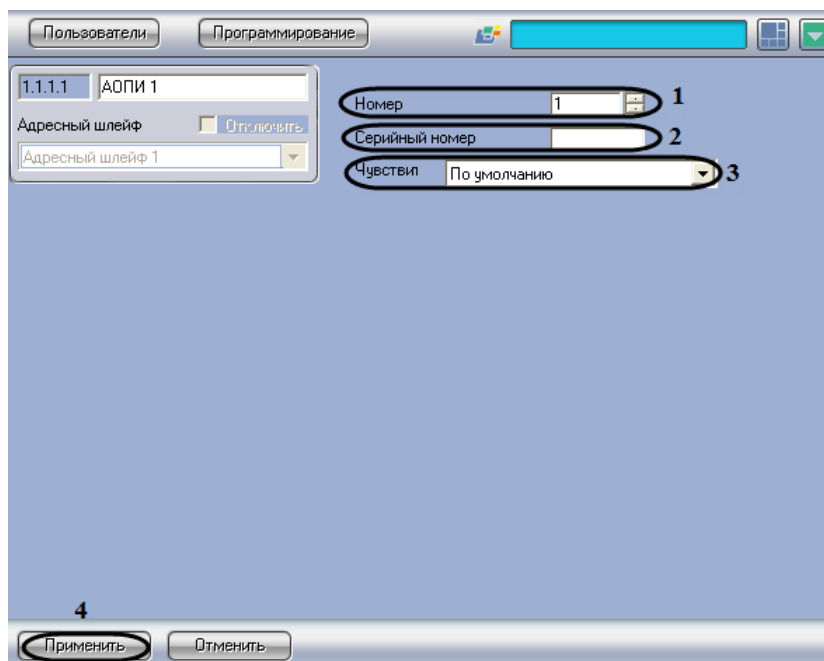

Рис. 3.5—10 Панель настроек объекта *АОПИ*
2. В поле **Номер** необходимо с помощью кнопок **вверх-вниз** ввести порядковый номер в списке устройств (см. Рис. 3.5—10, **1**).
3. В поле **Серийный номер** необходимо ввести серийный номер устройства (см. Рис. 3.5—10, **2**).